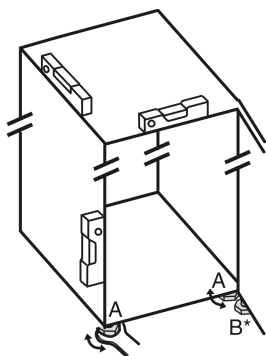

Fig. 4
- Skruva ut justeringsfötterna Fig. 4 (A) med bifogad skruvnyckel och ta hjälp av ett vattenpass så att skåpet står stadigt och jämnt.
- Skruva ut lagerbockens justeringsfot Fig. 4 (B) med bifogad skruvnyckel tills den står på golvet.
- Vrid justeringsfoten Fig. 4 (B) ytterligare 90°.